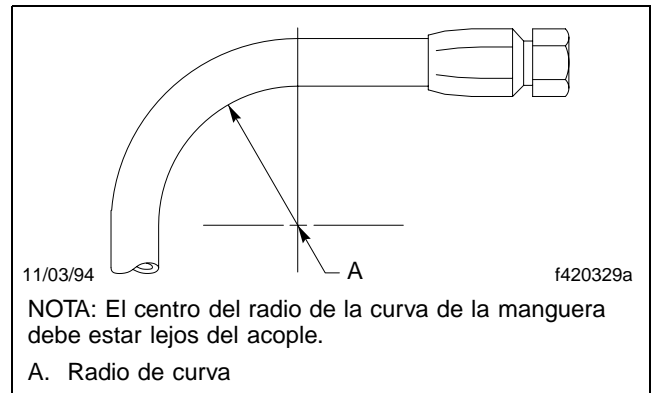

Figura 9.13, Radio de curva
- 39.8 Revise los radios de curva mínimos de todas las mangueras. Vea la **Figura 9.13**. El radio de curva mínimo de una manguera es la curva que la manguera soportará sin experimentar daño por tensiones o torceduras. Para los valores mínimos del radio de curva, vea el **Grupo 42** del manual de servicio del vehículo.